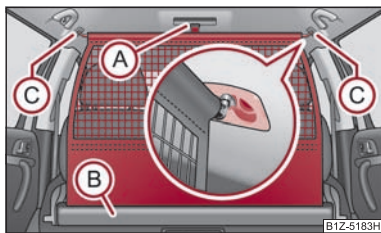

Fig. 63 Estrazione della rete di separazione
- Afferrare la linguetta **(A)** ed estrarre la rete dall'alloggiamento **(B)** ⇒ fig. 63.
- Tirare leggermente indietro la barra trasversale prima su un lato e poi dall'altro ed estrarla dagli alloggiamenti **(C)** ⇒ fig. 63.